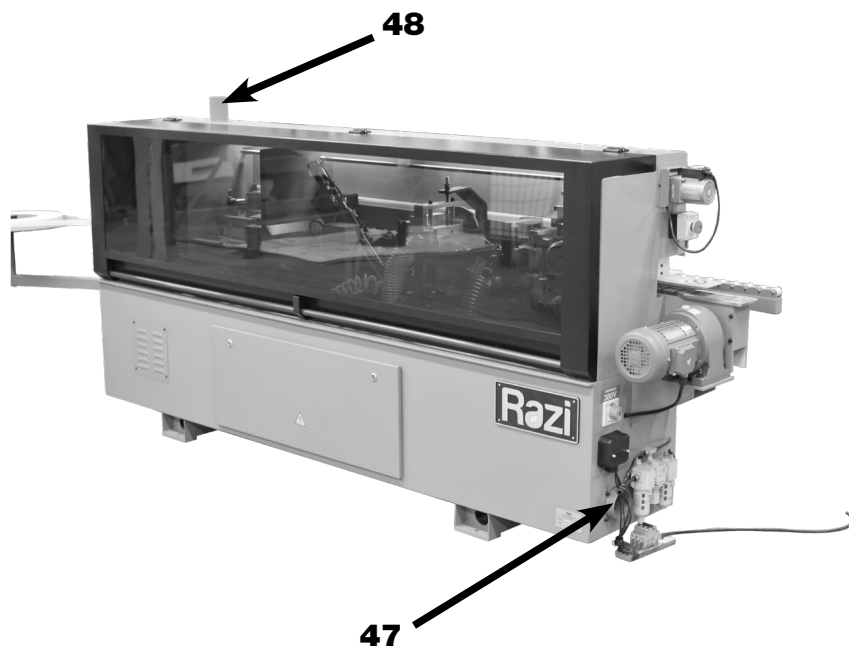

FIGURA 23 – Montagem do Coletor de Pó
1. **CONECTAR** a mangueira no Bocal Coletor da Tupia (48) e a um Coletor de Pó de alta eficiência (figura 23);
2. **CONECTAR** a mangueira no Bocal Coletor do Refilador (47) e a um Coletor de Pó de alta eficiência (figura 23);